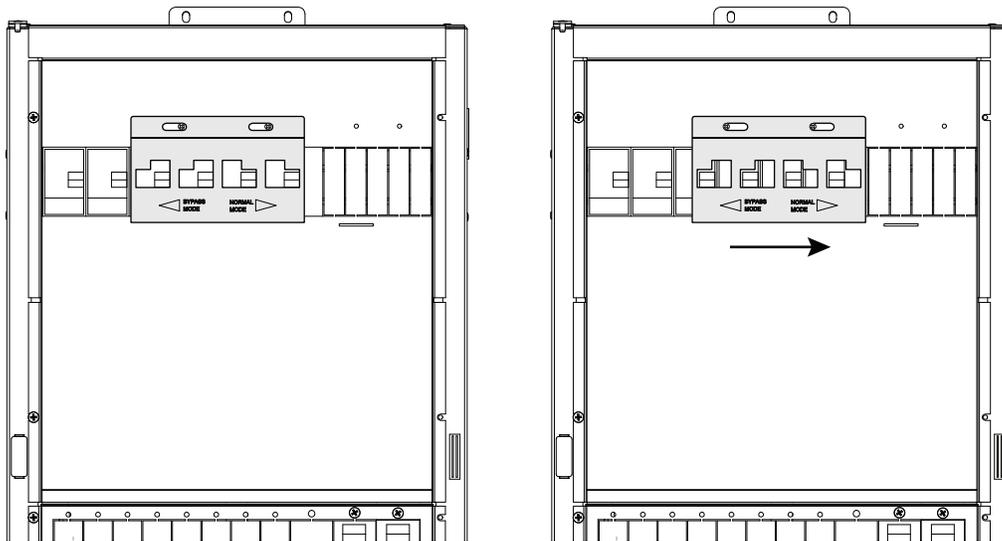

Figure 3-26 Installation de la plaque de verrouillage de dérivation sur mesure
- Installez la plaque de verrouillage de dérivation sur mesure, comme illustré à la Figure 3-26 à la page 3-46.
2. Vérifiez que les disjoncteurs sont en position basse et placez la plaque de verrouillage de dérivation par-dessus les disjoncteurs, comme illustré à la Figure 3-26, puis fixez-la en place avec la quincaillerie fournie.
3. Pour la placer en position normale, faites glisser la plaque de dérivation vers la droite, comme illustré à la Figure 3-26.
10. Installez la plaque de verrouillage de dérivation sur mesure, comme illustré à la Figure 3-26 à la page 3-46.